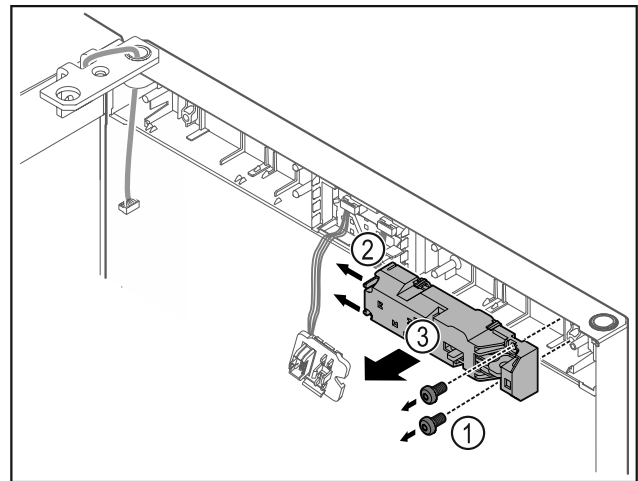

Fig. 17
- ▶ Schrauben Fig. 17 (1) entfernen.
- ▶ Rastnasen Fig. 17 (2) zur Seite drücken und Fernschloss Fig. 17 (3) abnehmen.